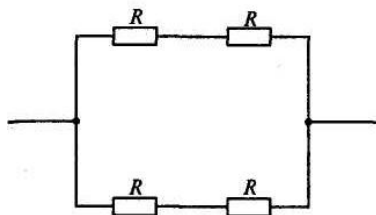

Рис. 1. 12
1.14. Каково эквивалентное сопротивление цепи, показанной на рис. 1. 12, если все резисторы в ней имеют одинаковое сопротивление R ?